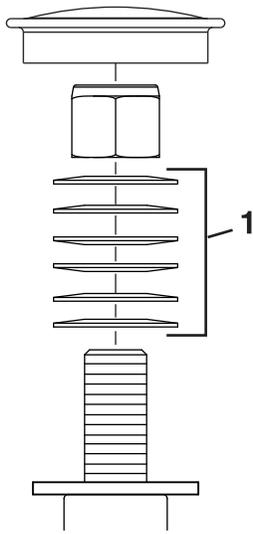

Figura 56
3. Retire el tapón guardapolvo de la rueda giratoria y apriete la contratuerca (Figura 56).
4. Apriete la contratuerca hasta que las arandelas de muelle estén planas, luego afloje ¼ de vuelta para establecer la pre-carga correcta de los cojinetes (Figura 56).
Importante: Asegúrese de que las arandelas de muelle están correctamente instaladas, según se muestra en Figura 56.
5. Coloque el tapón anti-polvo (Figura 56).